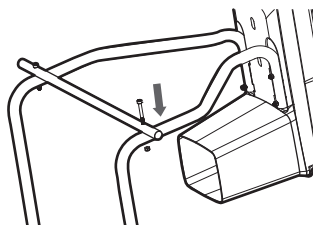

Fig.3
- b. Fixez l'écrou sur la vis et serrez-le avec la clé [13] et la clé hexagonale [12] (ne serrez pas à fond pour le moment) (Fig. 3).